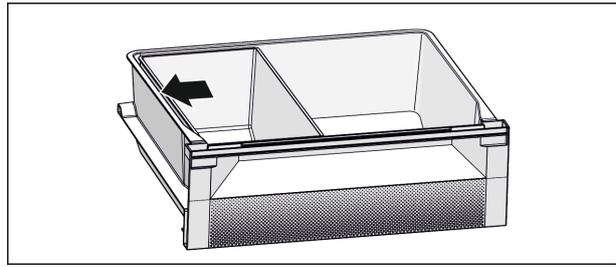

Fig. 7
- Para un enfriamiento óptimo: coloque la bandeja Fish & Seafood según se indica en la ilustración (consulte Fig. 7).